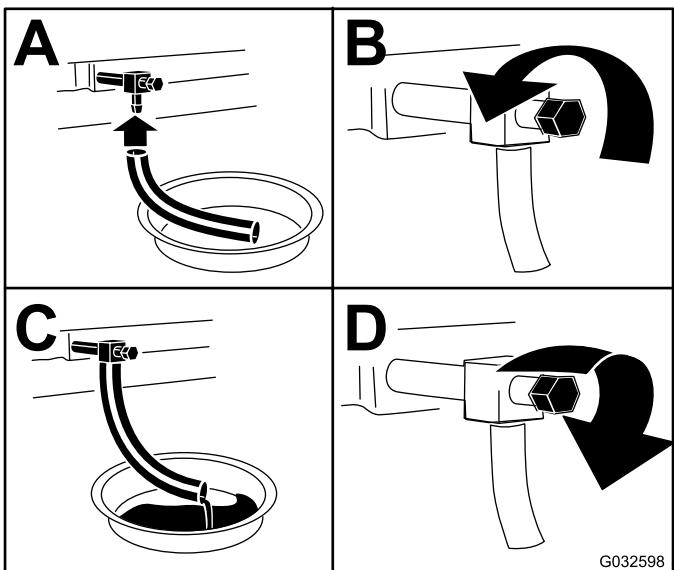

Figura 42
4. Cambie el aceite del motor, según se muestra en Figura 42.